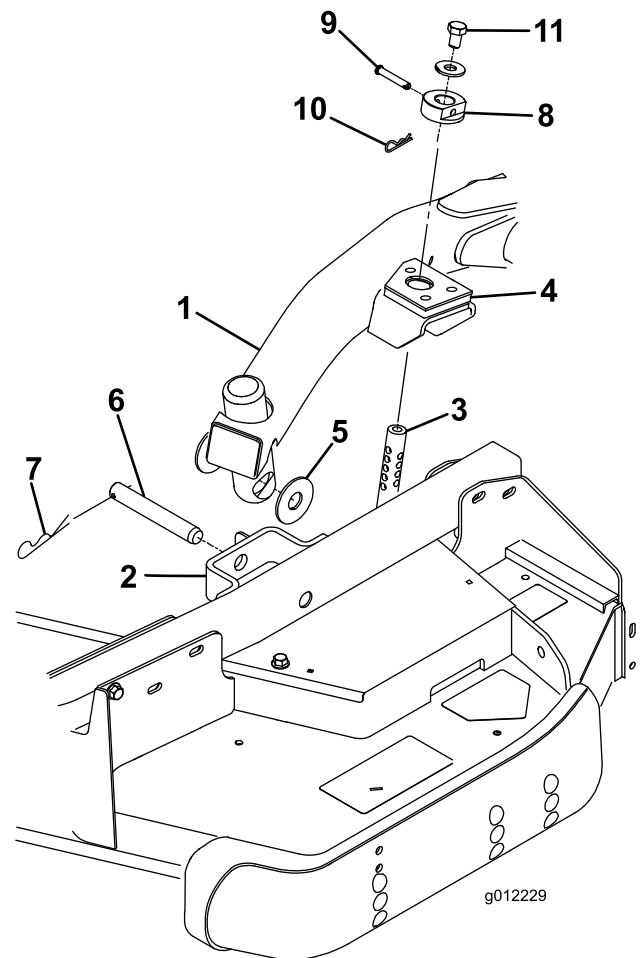

図 26
4. 昇降レバーをフロート位置とする。昇降アームを押し下げて、昇降アームについている穴とキャスタ・アーム・ブラケットについている穴を整列させ、昇降アームのパッドに刈高ロッドを挿入できるようにする (図 26)
5. スラスト・ワッシャ 2 枚、クレビス・ピン、ヘアピン・コッターを使って、昇降アームをキャスタ・アームに固定する。スラスト・ワッシャは昇降アームとキャスタ・アーム・ブラケットの間に入れる (図 26) コッター・ピンを、キャスタ・アーム・タブのスロットに差し込んで固定する。
9. 刈高ロッドに刈高カラーを取り付け、クレビス・ピンとヘアピン・コッターで固定する (図 26) クレビス・ピンの頭をデッキの前面に向けておく。
10. 各刈高ロッドの上部に 1/2 x 3/4” ボルトとワッシャを取り付ける (図 26)。